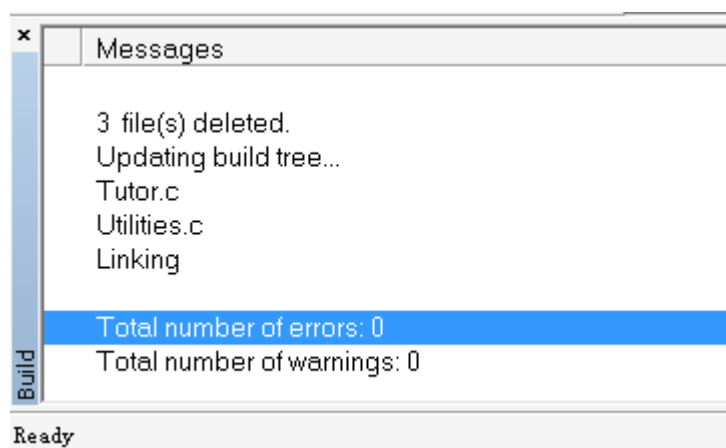

图 6. Build 窗口中的编译处理消息
- ① 选中 workspace 中 *utilities.c* 文件。
- ② 选择主菜单 Project > Compile，或工具条中的 Compile 按钮，或按右键后选择 Compile 命令。编译结束后在消息窗口中出现如图 6 中的信息。